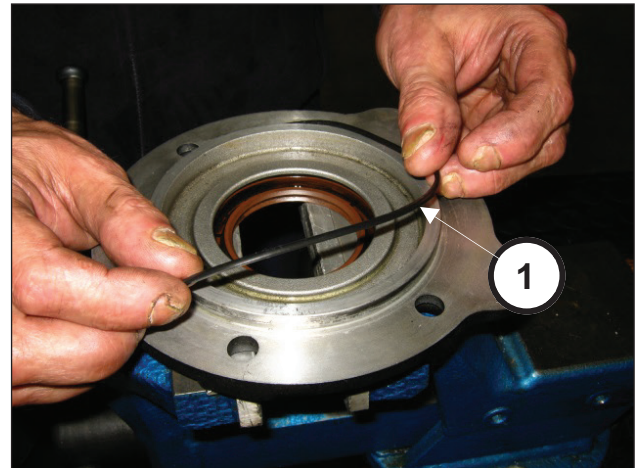

Abb. 92
Setzen Sie den O-Ring in den Ritzeldeckel ein (Pos. ①, Abb. 92).